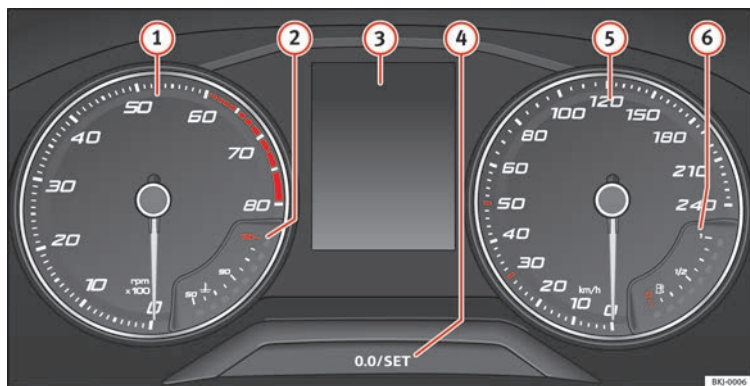

Fig. 124 Quadro strumenti nel cruscotto.
All'accensione del quadro strumenti, sul display » **fig. 124** ③ vengono visualizzate informazioni differenti, a seconda dell'equipaggiamento del veicolo:
• Premere brevemente il pulsante » **fig. 124** ④ per riportare il contachilometri parziale a 0.
• Mantenendo premuto il pulsante ④ per circa 3 secondi verrà visualizzato il valore precedente.
• Per regolare l'orologio, mantenere premuto il pulsante » **fig. 124** ④ per più di 3 secondi per selezionare l'indicatore delle ore o dei minuti.
• Per proseguire la regolazione, premere il tasto ④. Per far scorrere i numeri rapidamente, mantenere premuto il tasto.
• Premere nuovamente il pulsante ④ per concludere la regolazione dell'orologio.
Mantenere premuto il pulsante » **fig. 124 ④** per più di 15 secondi per visualizzare le lettere distintive del motore (MKB) del veicolo. A tal fine, l'accensione deve essere inserita e il motore spento.
Il contagiri indica il numero di giri del motore al minuto » **fig. 124 ①**.
① ATTENZIONE
La lancetta del contagiri **①** » **fig. 124** dovrebbe rimanere il meno possibile nel settore rosso, altrimenti si rischia di danneggiare il motore.
L'indicatore della temperatura del liquido di raffreddamento **(2)** » **fig. 124**) funziona solo a quadro strumenti acceso. Per evitare danni al motore si raccomanda di seguire i consigli riportati qui di seguito.